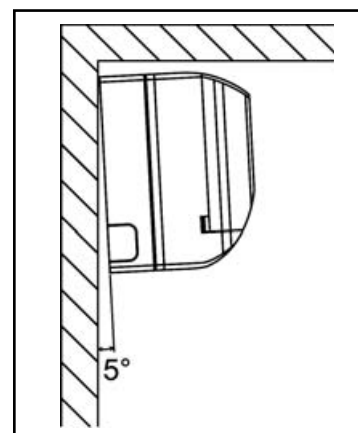

FIGURA 16 - INCLINAÇÃO DA UN. EVAPORADORA
- * Assegurar-se que a unidade esteja nivelada horizontalmente e com inclinação de 5° para trás, de forma a garantir o perfeito escoamento da água. Figura 16.
Após finalizada a instalação da unidade evaporadora, com a devida inclinação (5°) - figura 16, retire a frente plástica da unidade e coloque água na bandeja. A água deverá escorrer totalmente da bandeja pela tubulação; caso contrário deverá ser verificada a inclinação da unidade (o nível desta) ou ainda se não há restrições/obstruções na tubulação.